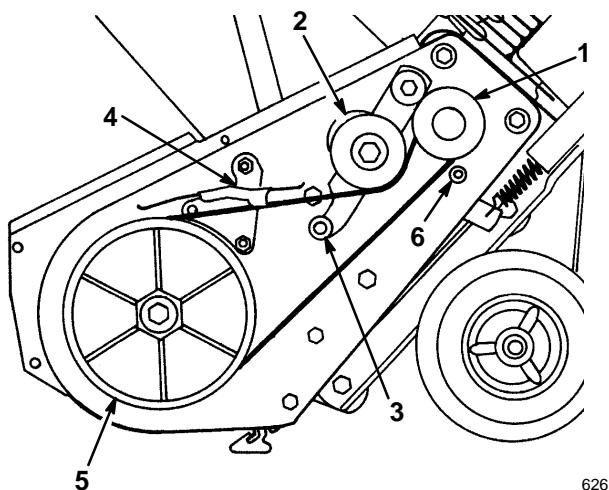

Figure 21
3. Abaisser la poulie folle pour pouvoir retirer la courroie de la poulie du rotor, de l'ensemble de frein et de la poulie du moteur (Fig. 21).
- Passer la courroie neuve autour de la poulie moteur, sous la poulie folle, sur le galet, dans l'ensemble de frein et autour de la poulie du rotor (Fig. 21).
IMPORTANT : La poulie doit passer sur le galet, comme illustré à la figure 21.